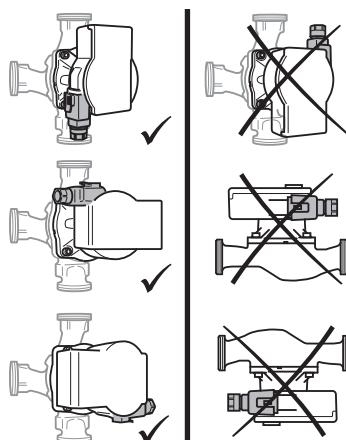

Fig. 2: Položaji ugradnje
- Mjesto ugradnje odaberite odgovarajuće dopuštenom položaju ugradnje (Fig. 2).